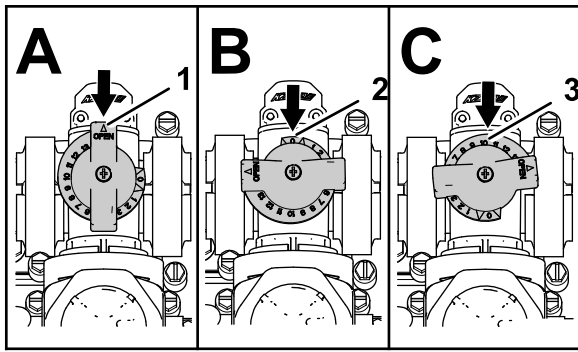

Figura 33
- La Figura 33, B, muestra la válvula de desvío de agitación en la posición de Cerrado (0).
- La válvula de desvío de agitación se encuentra en una posición Intermedia (relativa al manómetro del sistema de fumigación) como se muestra en la Figura 33, C.